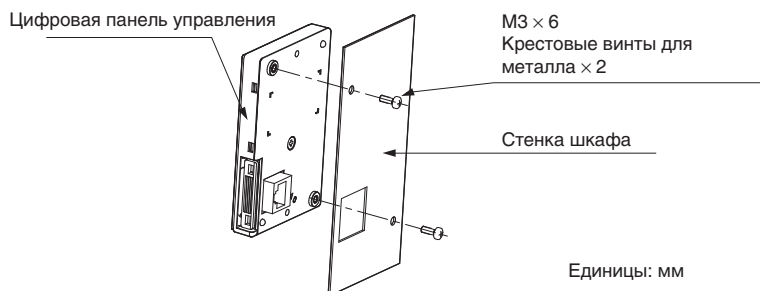

Рис. 2.7 Наружный/накладной монтаж
2. Расположите цифровую панель управления дисплеем наружу и прикрепите ее к стенке шкафа так, как показано на Рис. 2.7.